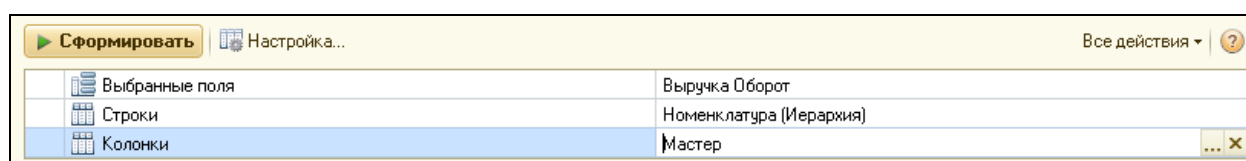

Рисунок 4.63 Основные настройки отчета
11. Нажать на кнопку выбора в строке **Колонки** и добавить в колонки таблицы группировку по полю **Мастер** (рис.4.63). нажать ОК.